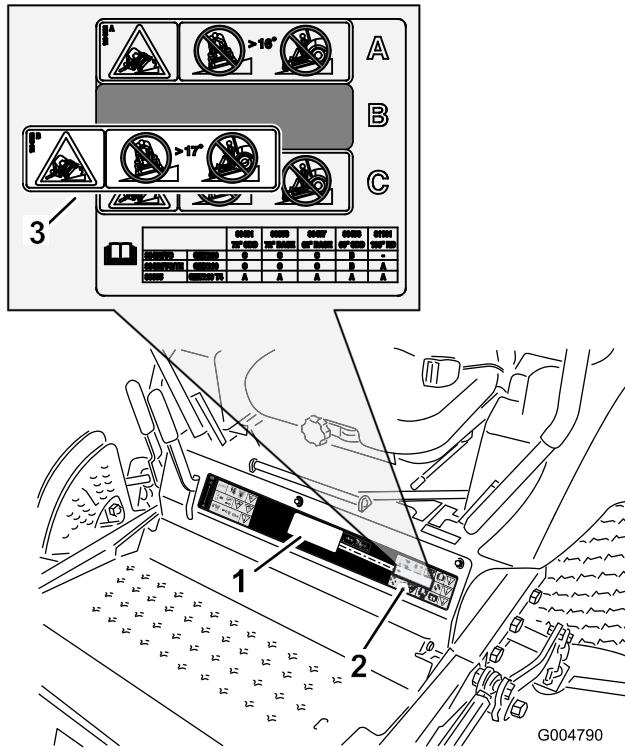

図 11
2. 既存のデカル部分のうち、安定性デカルを貼り付ける場所を十分にきれいにする図11。
4. 部分デカルの裏紙をはがし、図 11のように既存デカル対応部分に貼り付け、デカルの中央部から縁の方に外側に向かって押し広げるようにして貼り付ける。